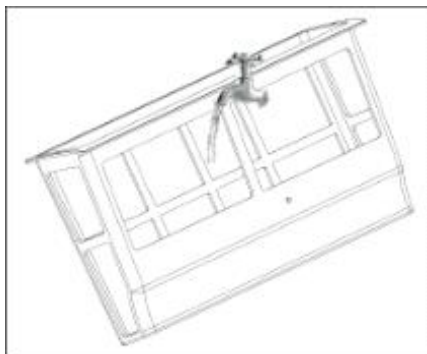

Figura 4-5
4.2.2 Limpieza de la caja de filtro: La caja de filtro se limpia con chorro de agua limpia. (Figura 4-5 )
Montar de nuevo en la máquina (Figura 4-5), hay que tener la precaución de que la superficie mayor da hacia parte intermedia. Poner la caja de filtro en la máquina, cubrir la cubierta, empujar la bayoneta como se muestra en la figura, y finalmente